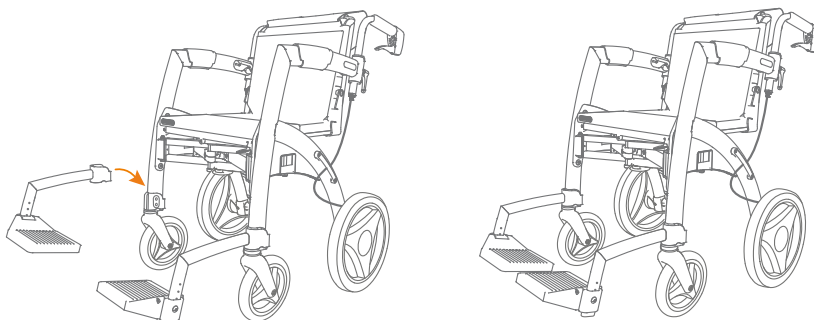

Abbildung 39: Platzieren Sie die Fußstützen. Abbildung 40: Rollstuhl einsatzbereit.
- e. Die Fußstützen befinden sich in der Rollstuhltasche. Diese platzieren Sie in den Fußstützenhaltern an der Vorderseite des Roll Motion, indem Sie die Fußstützen von der Oberseite der Fußstützenhalter herunter gleiten lassen (Abbildung 39). Die Fußstützen gleiten nicht sanft über die Fußstützenhalter? Dann wenden Sie keine Gewalt an. Schieben Sie diese wieder nach oben und versuchen Sie es noch einmal.